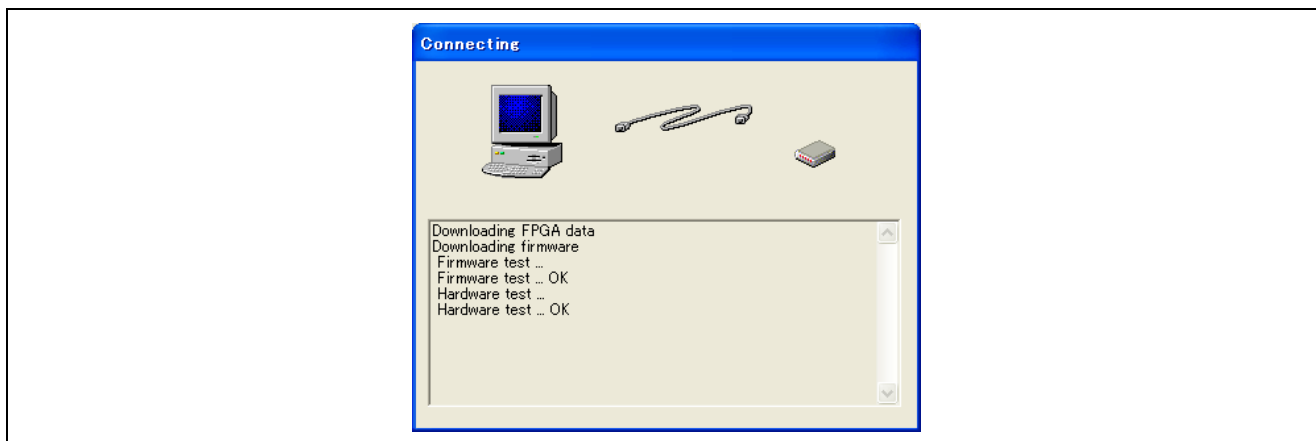
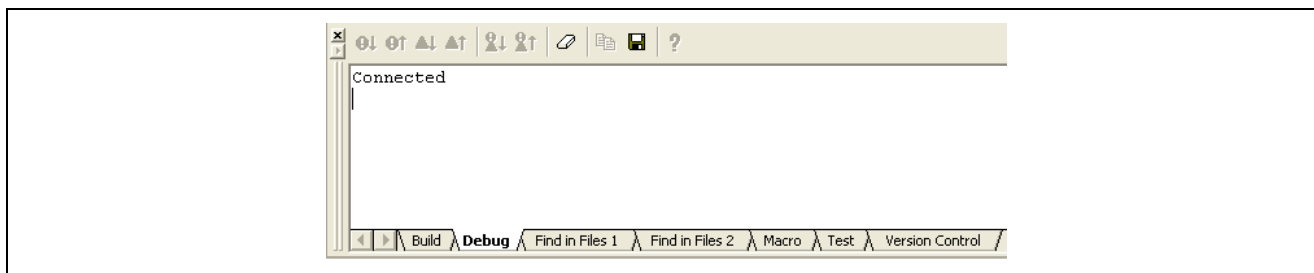

図6 [Connecting]ダイアログボックス
図7 [Output]ダイアログボックス
(10) 図 6に示す[接続]ダイアログボックスが表示され、起動/接続状況が表示されます。図 6の[Connecting]ダイアログボックスが消え、図 7に示すHigh-performance Embedded Workshopの[Output]ウインドウに"Connected"と表示されたら、E10A-USBエミュレータの起動並びにユーザーシステムとの接続は完了です。